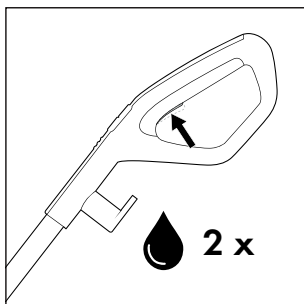

Rys. 16
- ♦ Odwin kabel zasilający **17** całkowicie z uchwytów kabla górnego i dolnego **16/20**. Aby szybko odwinąć kabel zasilający **17** z uchwytów kabla **16/20**, wyciągnij nieco górny uchwyt kabla **16** i obróć go w dół (patrz rys. 16).